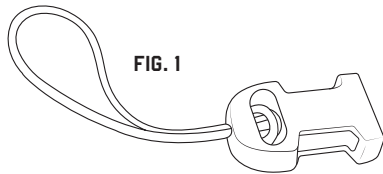

FIG. 1
1. The 3136 barcode scanner adaptor strap attaches to the barcode scanner using two small loop attachments on the end of the modular female buckles. Detach the female buckle ends from the rest of the barcode scanner adaptor strap for installation [fig. 1]
1. La correa de adaptador para escáneres de códigos de barras 3136 se engancha al escáner mediante dos pequeños conectores de lazo del extremo de las hebillas modulares hembra. Suelte los extremos de la hebilla hembra para colocarla en el escáner [fig. 1].
1. La sangle d'adaptation 3136 s'attache au lecteur de code-barres à l'aide des deux petites boucles d'attache souples situées à l'extrémité des fermoirs femelles. Pour l'installation, détachez de la sangle d'adaptation la partie constituée du fermoir femelle muni de sa boucle d'attache souple [fig. 1]